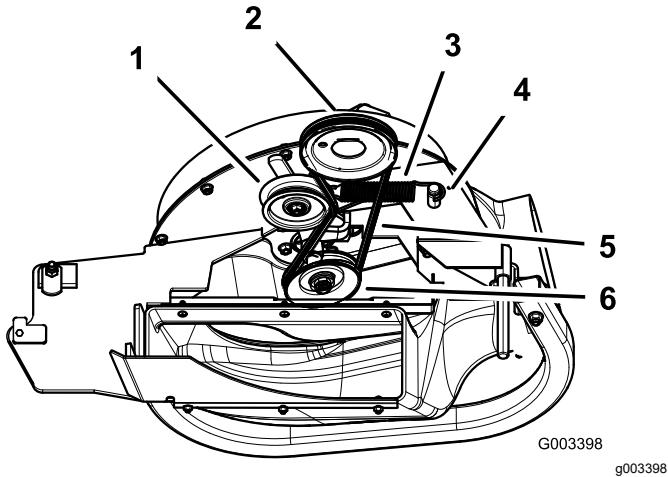

Bild 42
3. Ziehen Sie an der gefederten Spannscheibe, um die Riemenspannung zu lösen (Bild 42).
- Verlegen Sie einen neuen Riemen um die Gebläseriemenscheiben und die Mähwerkriemenscheiben (Bild 42).
- Ziehen Sie die gefederte Spannscheibe zurück und verlegen den Riemen auf der gefederten Spannscheibe (Bild 42).